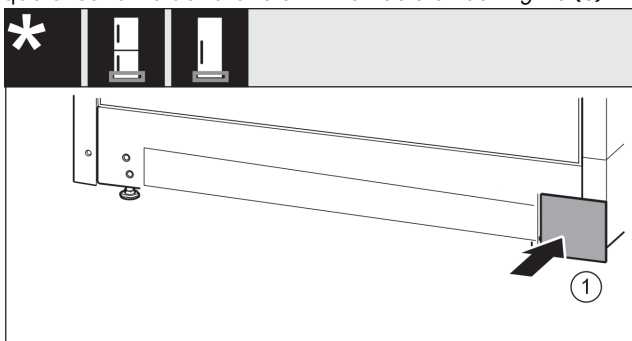

Fig. 14
- Volver a colocar la cubierta en el otro lado. Fig. 14 (1)